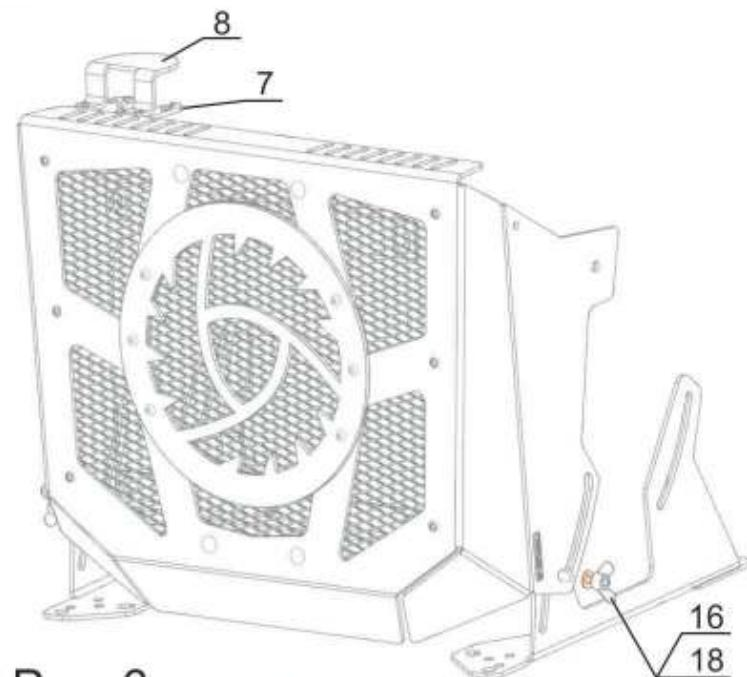
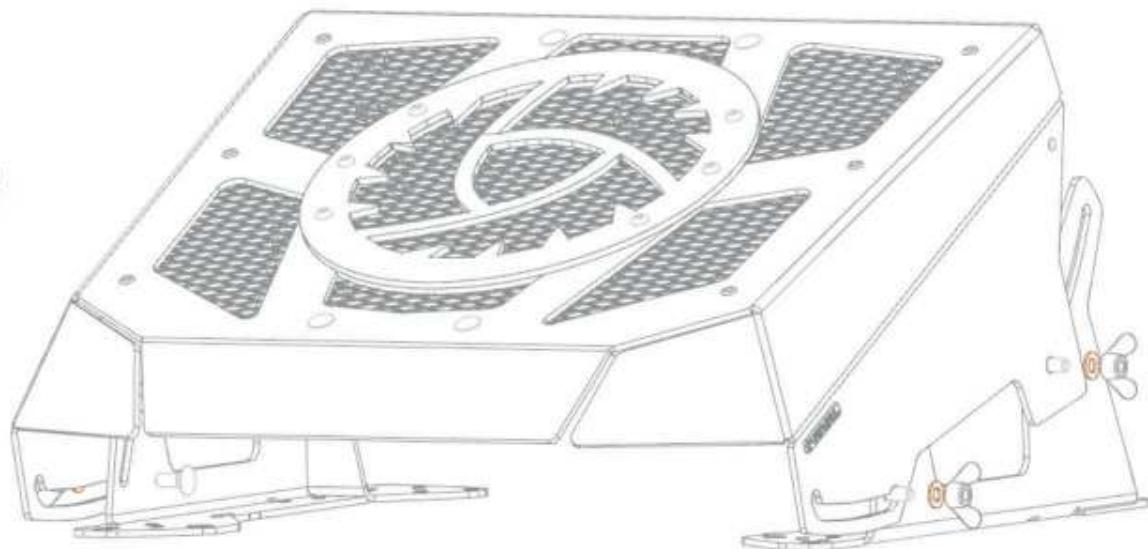

Рис. 6
Рис. 10
4. Закрепить экран с установленным радиатором на крепления поз. 2. мебельными болтами M8x20 поз. 16, гайками барашковыми M8 поз. 18, шайбами поз. 21 (рис. 6).
6. Установить штатный патрубок с заливной горловиной на радиатор (можно заменить штатный патрубок на патрубок угловой поз. 24). Закрепить к верхней части экрана кронштейн поз. 7 для фиксации заливной горловины винтами M6x20 поз. 12, гайками M6 поз. 17, шайбами поз. 19 (рис. 6). Закрепить заливную горловину на кронштейн, патрубок подрезать по месту. Протянуть шланг поз. 23 от заливной горловины до расширительного бачка квадроцикла, закрепить хомутами поз. 27.
7. Установить радиатор в вертикальное положение, залить антифриз, прокачать систему. Установить защитную крышку поз. 8 на кронштейн поз. 7 винтами M6x20 поз. 12 (рис. 6). Отрегулировать положение выноса радиатора по углу наклона, закрепить барабановыми гайками (рис. 10).
7. Закрепить к верхней части экрана кронштейн поз. 7 для фиксации заливной горловины винтами M6x20 поз. 12, гайками M6 поз. 17, шайбами поз. 19 (рис. 6). Закрепить заливную горловину на кронштейн. Протянуть шланг поз. 23 от заливной горловины до расширительного бачка квадроцикла, закрепить хомутами поз. 27.
8. Установить радиатор в вертикальное положение, залить антифриз, прокачать систему. Установить защитную крышку поз. 8 на кронштейн поз. 7 винтами M6x20 поз. 12 (рис. 6). Отрегулировать положение выноса радиатора по углу наклона, закрепить барабановыми гайками (рис. 10).